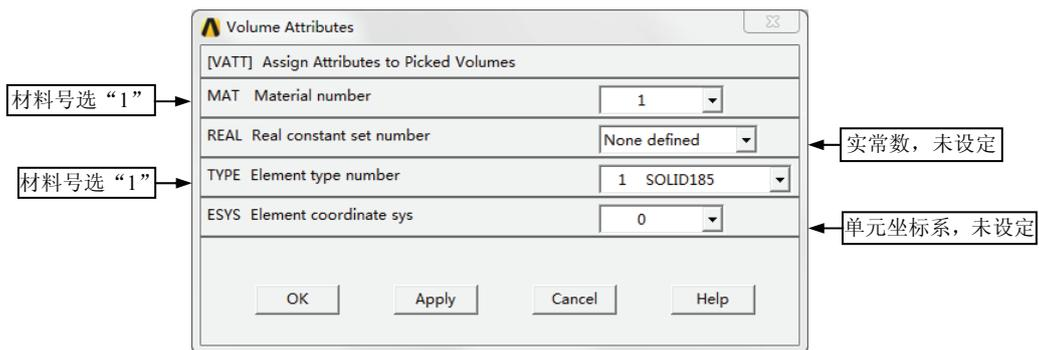
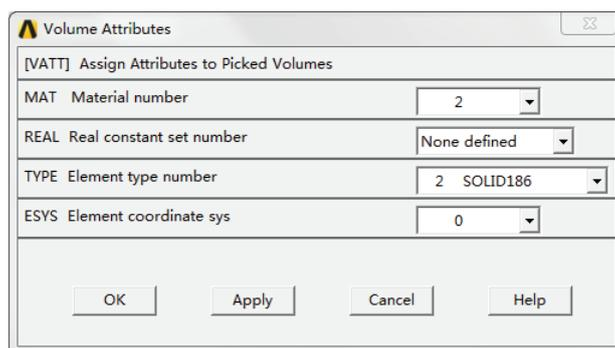

图 5-21 圆柱体对象属性分配
图 5-22 正六棱柱属性分配
(4) 选择【Main Menu】/【Preprocessor】/【Meshing】/【Mesh Attributes】/【Pick Volumes】(所选关键点) 命令，拾取上部的圆柱体对象，弹出【Volume Attributes】体对象属性定义对话框，如图 5-21 进行设置。同样方法分配属性给下部的正六棱柱，如图 5-22 所示，单击 **OK** 按钮确定。